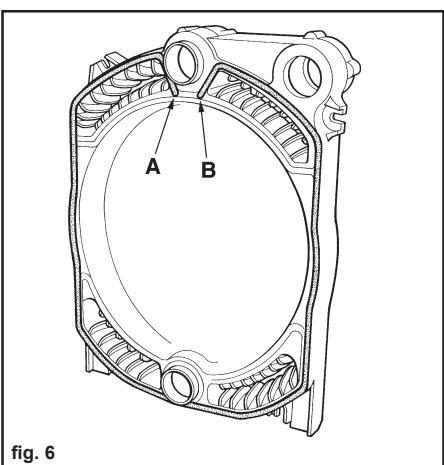

fig. 6
- 6 (Fig. 6) Start fra punkt "A" og montér pakningen i det respektive sæde. Følg den viste strækning, indtil den slutter i punkt "B".